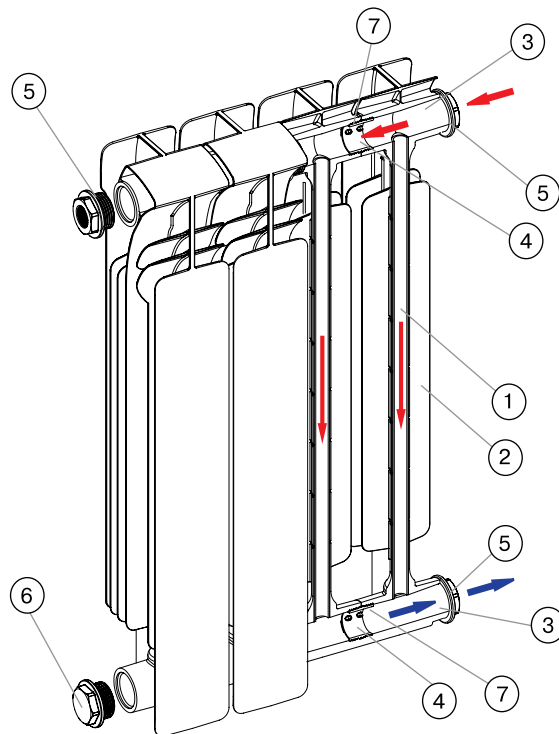

Рис. 8.
Секция биметаллического радиатора STOUT Space (рис. 8) состоит из стальной трубки (1) внутренним диаметром 12,8 мм, залитой под высоким давлением алюминиевым сплавом АК12М2. Отливка представляет собой общий единый монолит из вертикального оребрения (2) с верхним и нижним коллекторами (3), куда выходят концы трубки.